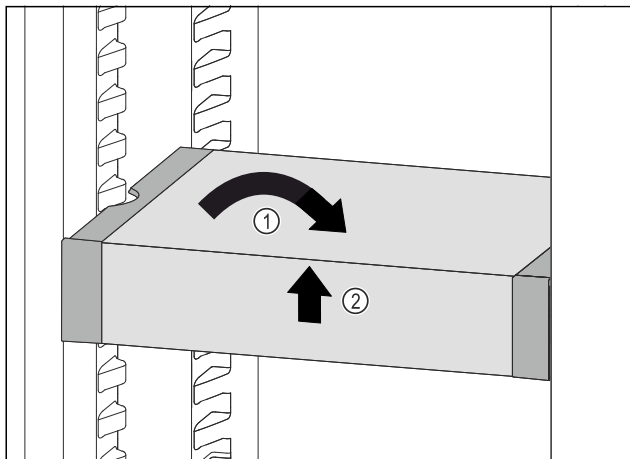

Fig. 85
- Ispravite VarioSafe. Fig. 85 (1)
- Podignite sprijeda VarioSafe. Fig. 85 (2)